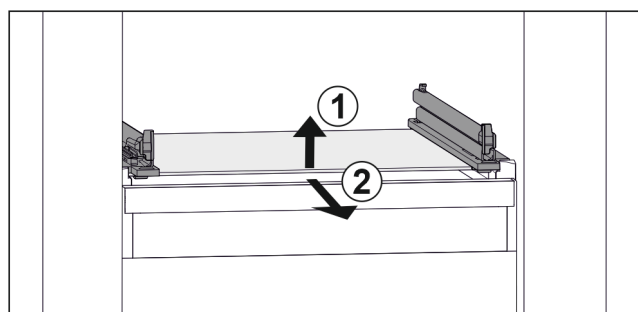

Fig. 123 Przykładowa prezentacja płyty szklanej
- ▶ Unieść płytę szklaną z przodu. Fig. 123 (1)
- ▶ Wyjąć płytę szklaną do przodu. Fig. 123 (2)